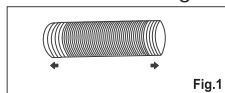
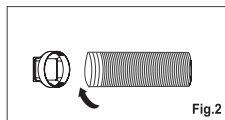

Fig.1
Fig.2
1. Extienda un lado de la manguera (Fig. 1) y atorníllela en la entrada de la manguera (Fig. 2).